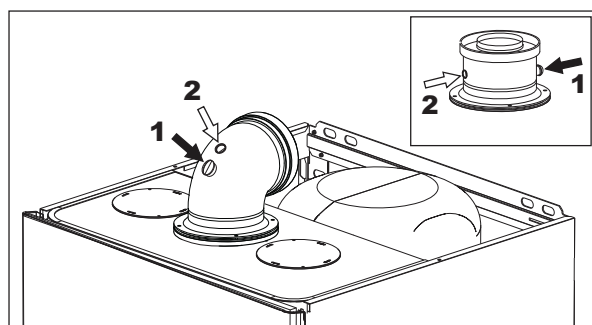

fig. 28 - Análisis de la combustión
Es posible efectuar el análisis de la combustión en los puntos de toma de aire (2) y humos (1) representados en fig. 28.